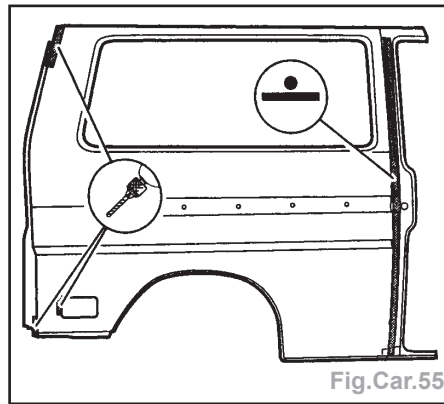

Fig.Car.55
- Souder ensemble par points le panneau latéral et la section de baie de porte coulissante (Fig.Car.55).